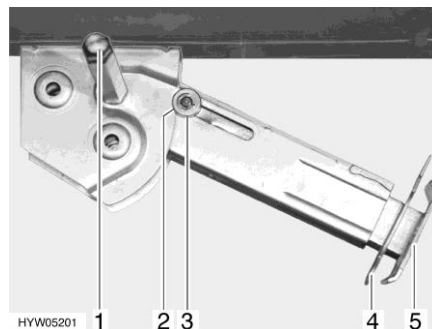

Bild 45 Stödben
- Placera hylsnyckeln på sexkanten (Bild 45,1) och vrid runt den tills stödbenet står rakt neråt.
- Drag ut sprinten (Bild 45,4) ur stödbensförlängningen (Bild 45,5).
- Placera hylsnyckeln på sexkanten (Bild 45,1) och vrid runt den tills stödbenet inte längre sitter mot marken.
- Skjut in stödbensförlängningen (Bild 45,5) helt och sätt in sprinten (Bild 45,4) i borrhålet på stödbensförlängningen.
- Vrid på sexkanten (Bild 45,1) med hylsnyckeln tills stödbenet har svängts upp och styrbrickan (Bild 45,3) befinner sig längst upp i skåran (Bild 45,2).